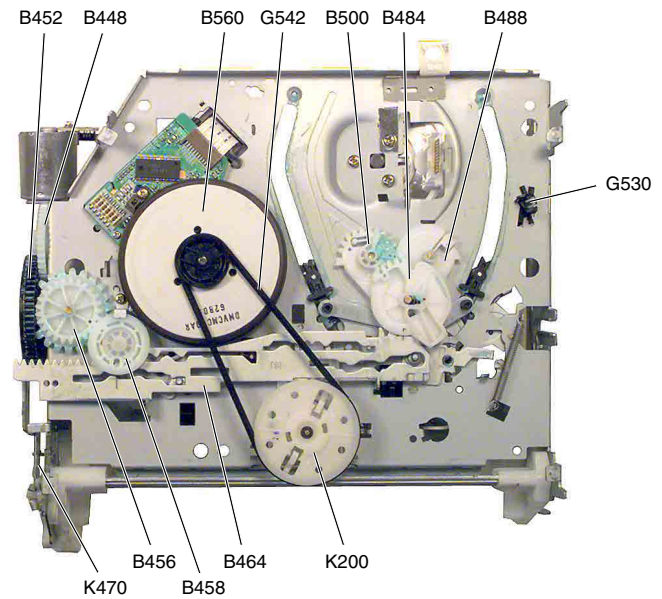

Fig. 2
- Das Drehmoment des linken Wickeltellers muss 145g/cm ±30g/cm (14,5mNm ±3mNm) betragen. Sollte dies nicht der Fall sein, so ist die Riemenscheibe (K200, Fig. 15) und der Antriebsriemen (G542, Fig. 2) zu prüfen und gegebenenfalls zu reinigen oder auszutauschen.
- Remove the reel belt (G542, Fig. 2).